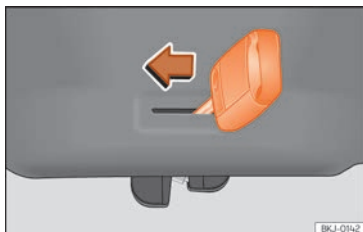

Fig. 90 Detalle del maletero: desbloqueo de emergencia.
- Introduzca el espadín de la llave en la ranura y desplace la llave en el sentido de la flecha hasta que la cerradura se desbloquee »» **fig. 90.**